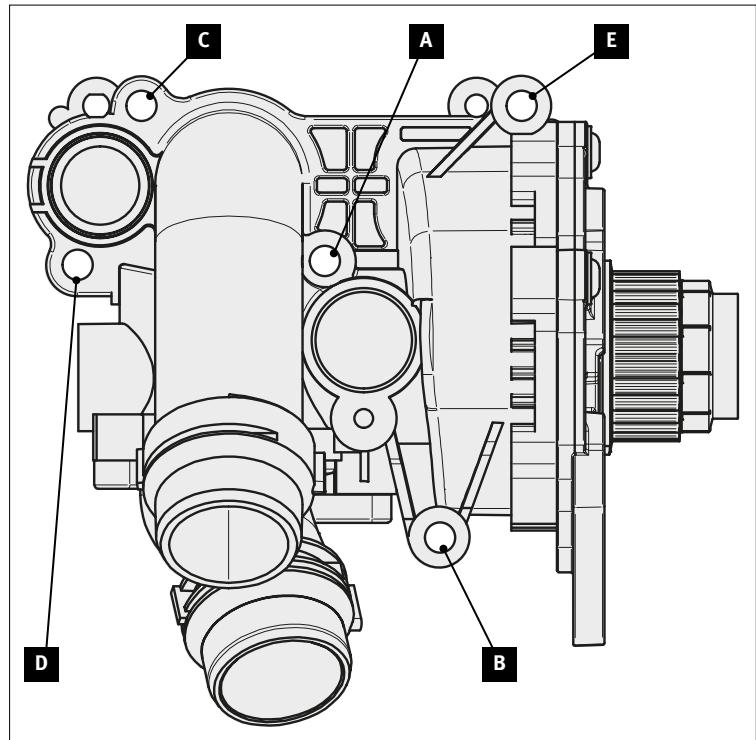

Abb. 2/ Fig. 2/ Puc. 2/ 图2
- If removed: re-install connector (2) to oil cooler (1). Replace gaskets.
- First attach the water pump to the connector (2) from the oil cooler (1) via the connection (6).
- Then attach the water pump to both centring pins on the engine block via the openings (4). Use a mirror as an aid, if necessary.
- Screw down the water pump crosswise. The sequence for tightening the bolts must be followed (Fig. 2): [A] – [B] – [C] – [D] – [E] Tightening torque: 9 Nm
- Si elle a été retirée : remettre en place la pièce de liaison (2) avec le radiateur d'huile (1). Changer les joints.
- Enfoncer d'abord la pompe à eau par le raccord (6) sur la pièce de liaison (2) avec le radiateur d'huile (1).
- Enfoncer ensuite la pompe à eau par les ouvertures (4) sur les deux goujons de centrage sur le bloc-moteur. S'aider d'un miroir si nécessaire.
- Visser la pompe à eau en croix. Respecter impérativement l'ordre de serrage des vis (Fig. 2) : [A] – [B] – [C] – [D] – [E] Couple de serrage : 9 Nm
- В случае удаления: снова установите соединительную часть (2) для масляного теплообменника (1). Замените уплотнительные прокладки.
- Сначала установите водяной насос с помощью соединения (6) на соединительную часть (2) для масляного теплообменника (1).
- Затем с помощью отверстий (4) наденьте водяной насос на оба центрирующих штифта блока цилиндров двигателя. При необходимости используйте при этом зеркало в качестве вспомогательного средства.
- Затяните болты крепления водяного насоса крест-накрест. При затяжке болтов обязательно соблюдайте надлежащую последовательность (Рис. 2): [A] – [B] – [C] – [D] – [E] момент затяжки: 9 Нм